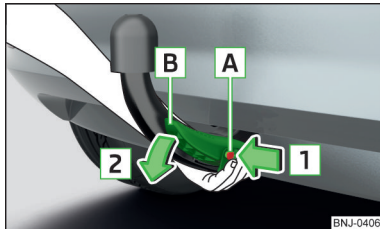

Abb. 241 Kugelstange lösen
- Die Kugelstange von unten fassen » Abb. 241.